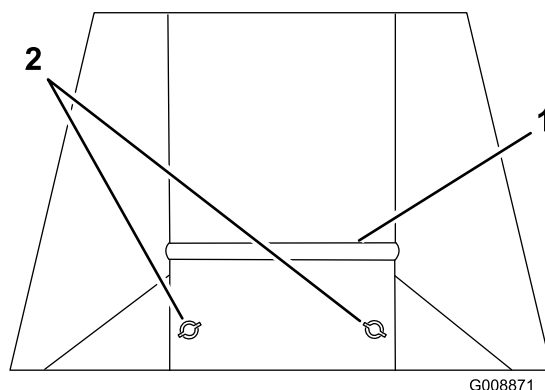

Figura 8
2. Allentate i due dadi sulla piastra delle condizioni di tosatura, ed alzate la piastra se tosate erba corta e asciutta, oppure abbassatela se tosate erba alta o bagnata (Figura 8).